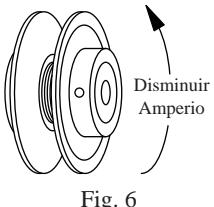

Fig. 6
- Ajustar la polea.** Con un amperímetro, mide el amperio del motor. Ajuste la polea del motor hasta que el amperio sea menos por poco de lo que se especifica la placa de identificación del motor. Al ajustar la polea, afloje el tornillo de ajuste con punta plana y gire la polea. Apriete el tornillo de modo que la punta del tornillo queda sobre el área plana, si no, dañaría las roscas. El incrementar el diámetro de la polea, incrementa también el amperio; el disminuir el diámetro de la polea, disminuye también el amperio (véase fig. 6). Vuelva a inspeccionar la alineación de la correa.